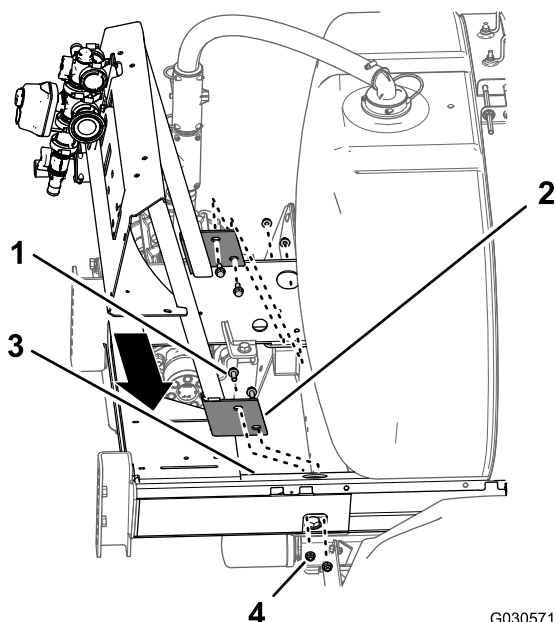

Figure 100
1. Alignez les trous dans la bride du support de collecteur pour le système à 10 vannes et les trous dans le cadre du châssis du pulvérisateur (Figure 100).
2. Fixez le support de collecteur au châssis du pulvérisateur (Figure 100) à l'aide des 4 boulons à embase (3/8"x 1") et des 4 contre-écrous à embase (3/8") que vous avez retirés à l'opération 3 de 18 Dépose du support de collecteur du système à 3 sections de rampe (page 46).